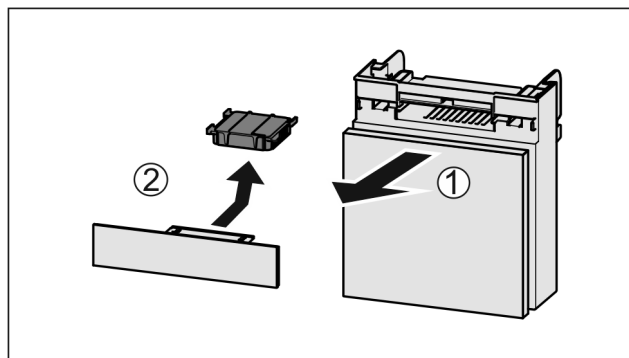

Fig. 48
- ▶ Vytiahnite zásuvku smerom dopredu Fig. 48 (1).
- ▶ Vyberte aktívny uhlíkový filter Fig. 48 (2).